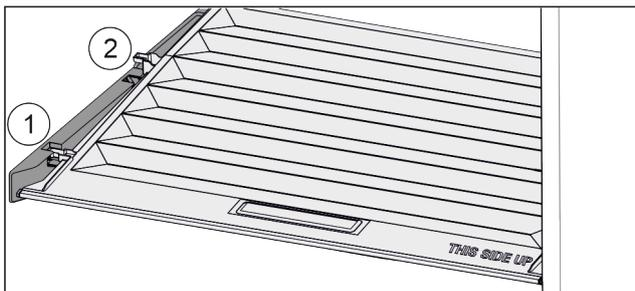

Fig. 28
- Tirer le couvercle vers l'avant jusque dans l'orifice des pièces de retenue Fig. 28 (1).
- Le soulever par le bas à l'arrière et le sortir par le haut Fig. 28 (2).